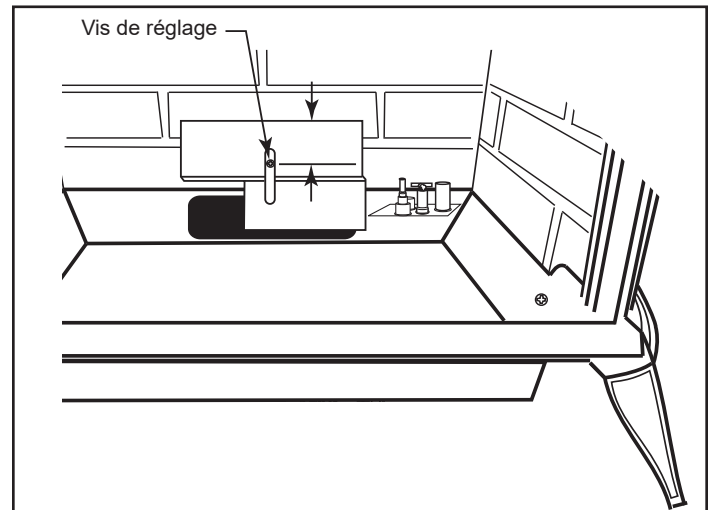

Figure 2.9 – Desserrant la vis d'ajustement pour ajuster la plaque de restriction.
Le poêle Stardance est livré avec une plaque de restriction située dans le sac de pièces. La plaque de restriction peut être réglée en desserrant sa vis de réglage afin de la glisser vers le haut ou le bas, conformément à la figure 2.9. Un guide d'utilisation est illustré à la figure 2.10.
- Installez la plaque de restriction tel qu'illustré à la figure 2.9 en vous assurant de placer la rainure du côté gauche. Attachez la plaque avec la vis de réglage.
- Mesurez en partant du centre de la vis jusqu'à l'arête supérieure de la plaque (figure 2.9) pour ajuster la plaque en respectant les instructions que vous trouverez à la figure 2.10.